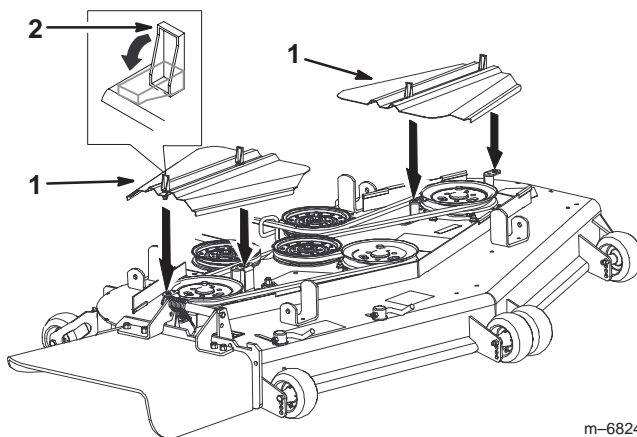

Figure 74
3. Déposez les couvercles de la courroie (Fig. 74).
7. Posez et verrouillez les couvercles de la courroie (Fig. 74).